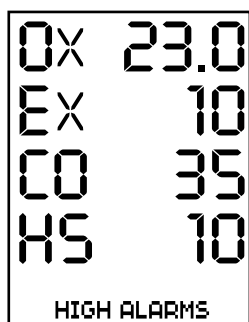

Fig. 8
O Ponto de Ajuste do Alarme Alto para os sensores pode ser configurado pressionando-se o botão “PEAKS/NO” enquanto o parâmetro Ponto de Ajuste do Alarme Alto estiver sendo exibido durante o aquecimento (Fig. 8). Para pular este passo, pressione o botão “POWER/SELECT” ou aguarde 5 segundos. Se a leitura de um sensor exceder este ponto de ajuste, será disparado um Alarme Alto. Para configurar os níveis de alarme, utilize os botões de seta para ajustar o dígito em destaque ou o botão “POWER/SELECT” para avançar ao dígito seguinte. As faixas permissíveis para o Ponto de Ajuste do Alarme Alto são: Monóxido de Carbono (CO) – 5 a 999 ppm, Sulfeto de Hidrogênio (HS) – 2 a 200 ppm, Oxigênio (OX) – 21% a 25% v/v e Gás Combustível (EX) – 5% a 60% LEL (LIE). Se a proteção de senha tiver sido configurada, você será solicitado a inserir a senha para alterar o Ponto de Ajuste do Alarme Alto.